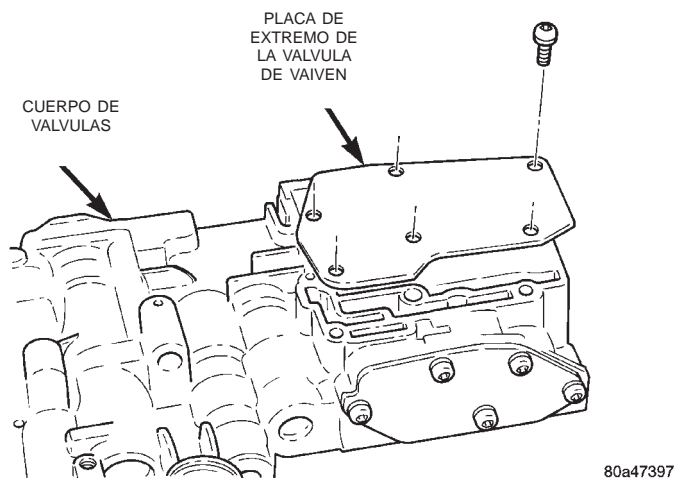

Fig. 51 Placa de extremo de la válvula de vaivén
(21) Retire la placa de extremo de la válvula de vaivén (Fig. 51).